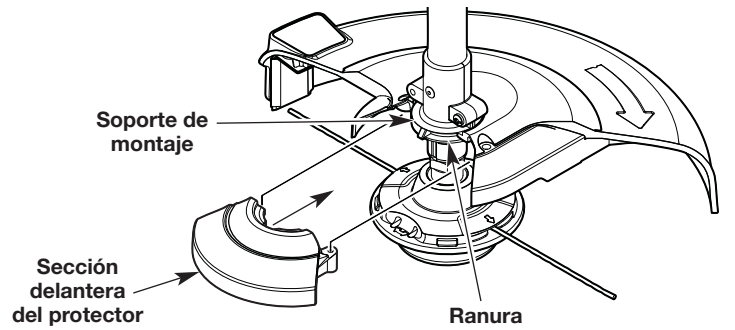

Fig. 2
2. Deslice la sección delantera del protector sobre el frente del soporte de montaje (Fig. 2). La sección del protector debe calzar en la ranura (Fig. 2). Es posible que deba presionar firmemente.